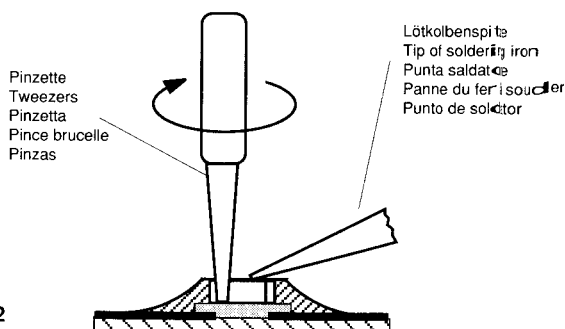

Fig. 2
2. Schritt: CHIP-Enden, bzw. das komplette CHIP-Bauteil erwärmen. CHIP von der Klebung ohne Kraftaufwand abdrehen, damit unter dem CHIP liegende Leiterbahnen nicht abgerissen werden (Fig. 2).
2. Riscaldare le superfici di contatto del CHIP risp. te tutto il CHIP e staccarlo con cautela. Attenzione a non esercitare forza per non danneggiare le piste sottostanti (Fig. 2).
2. step: Warm up the ends of the CHIP or the whole CHIP component and remove the CHIP from the adhesive by turning it without application of force so that the tracks beneath the CHIP do not break (Fig. 2).
2. Chauffer légèrement les contacts externes du composant CMS ou le composant lui-même. Retirer ce dernier avec précaution en le tournant afin d'éviter un arrachement des circuits imprimés situés sous le composant (Fig. 2).
- Segundo paso: Calentar los extremos o todo el CHIP y girarlo con las pinzas. No hacer fuerza para que la placa de circuito impreso no resulte dañada. Cuidar de que las pistas situadas debajo del CHIP no se suelten de la placa, ya que éstas también están pegadas (Fig. 2).